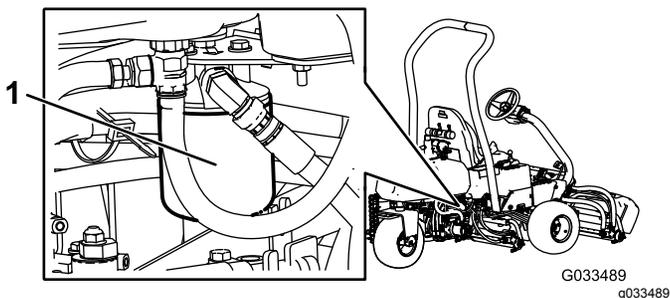

Figura 53
3. Repita os itens 1 e 2 no filtro hidráulico direito (Figura 53).